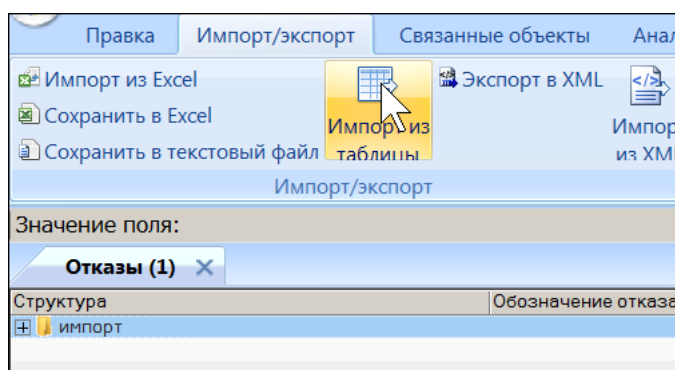

Рис. 30-57 – Вызов диалогового окна импорта из таблицы в рабочем окне «Отказы»
- 3) Нажать кнопку «Импорт из таблицы» панели «Импорт/экспорт» (рис. 30-57).